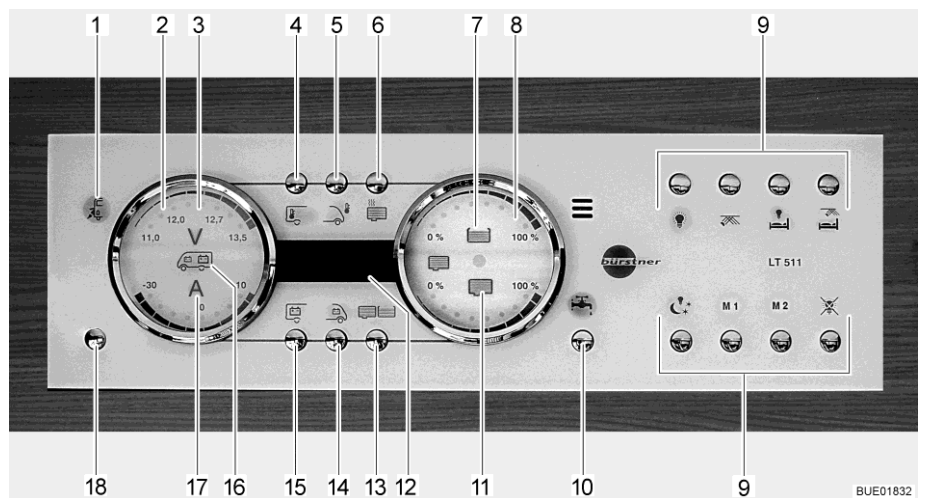

Bild 140 Panel LT 511
Die 230-V-Kontroll-Leuchte (Bild 140,1) leuchtet, wenn am Eingang des Elektroblocs Netzspannung vorhanden ist.
Der 12-V-Hauptschalter (Bild 140,18) schaltet das Panel und die 12-V-Versorgung des Wohnraums ein und aus.
Einschalten: Taste 12-V-Versorgung (Bild 140,18) kurz drücken. Die 12-V-Versorgung des Wohnraums ist eingeschaltet. Die Kontroll-Anzeige "12 V" leuchtet.
- ▷ Wenn nach dem Einschalten die LED "11,0" der Voltanzeige sowie das Symbol Volt "V" (Bild 140,3) im Anzeigeelement Batterien (Bild 140,2) blinken, dann ist die Spannung der Wohnraumbatterie zu gering. Batterie laden.
- ▷ Wenn nach dem Einschalten die Kontroll-Anzeige "12 V" und das Symbol Volt "V" (Bild 140,3) dreimal blinken, dann ist die Batterietrennung aktiviert. Batterietrennung deaktivieren.
Ausschalten: ■ Taste 12-V-Versorgung (Bild 140,18) kurz drücken. Die 12-V-Versorgung des Wohnraums ist ausgeschaltet. Die Kontroll-Anzeige "12-V-Versorgung" erlischt.
- Taste Wohnraumbatterie (Bild 140,15) drücken und ca. 10 Sekunden lang gedrückt halten. Das Symbol Volt "V" (Bild 140,3) und die Kontroll-Anzeige "12 V" blinken dreimal. Die Wohnraumbatterie ist vom 12-V-Bordnetz getrennt.
- Taste 12-V-Versorgung (Bild 140,18) drücken und ca. 5 Sekunden lang gedrückt halten. Das Symbol Volt "V" (Bild 140,3) und die Kontroll-Anzeige "12 V" blinken dreimal. Die Wohnraumbatterie ist mit dem 12-V-Bordnetz verbunden. Die Kontroll-Anzeige leuchtet nach ca. 5 Sekunden.
- Taste Wohnraumbatterie (Bild 140,15) drücken. Das Symbol Volt "V" (Bild 140,3) leuchtet. Das Symbol Ampere "A" (Bild 140,17) leuchtet je nach Ladung oder Entladung weiß bzw. rot. Die Batteriespannung und der Strom der Wohnraumbatterie werden über die LEDs im Anzeigeeinstrument angezeigt.
- Taste Starterbatterie (Bild 140,14) drücken. Das Symbol Volt "V" (Bild 140,3) leuchtet. Die Batteriespannung der Starterbatterie wird über die LEDs im Anzeigeeinstrument angezeigt.
Anzeigen: ■ Taste Tanks (Bild 140,13) drücken. Die Symbole Wassertank (Bild 140,7) und Abwassertank (Bild 140,11) leuchten. Die Füllstände des Wassertanks (obere Skala) und des Abwassertanks (untere Skala) werden über die LEDs im Anzeigeeinstrument angezeigt.
| Das Symbol Volt "V" (Bild 140,3) und die LED "11,0" blinken bei Abfrage der Werte für die Wohnraumbatterie | Die Spannung der Batterie hat 11 V unterschritten. Tiefentladung droht | Alle 12-V-Verbraucher ausschalten und Batterie laden, entweder durch Fahrbetrieb oder durch Anschluss an eine 230-V-Versorgung |
| Das Symbol Volt "V" (Bild 140,3) blinkt bei ausgeschalteter 12-V-Versorgung | Die 12-V-Versorgung kann nicht mehr eingeschaltet werden | Alle 12-V-Verbraucher ausschalten und Batterie laden, entweder durch Fahrbetrieb oder durch Anschluss an eine 230-V-Versorgung |
| Das Symbol Volt "V" (Bild 140,3) und die LED "11,0" und "12,0" blinken bei Abfrage der Werte für die Starterbatterie | Die Spannung der Batterie hat 11 V unterschritten. Tiefentladung droht | Alle 12-V-Verbraucher ausschalten und Batterie laden, entweder durch Fahrbetrieb oder durch Anschluss an eine 230-V-Versorgung |